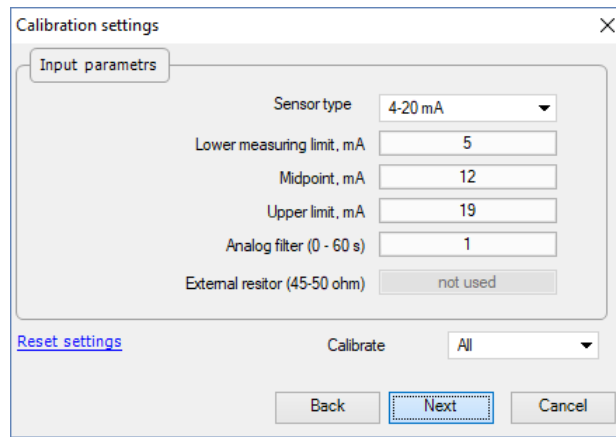

Fig. 6.2 Ajustes de calibración
8. Seleccione el tipo de señal de entrada y otros parámetros de calibración (Fig. 6.2)